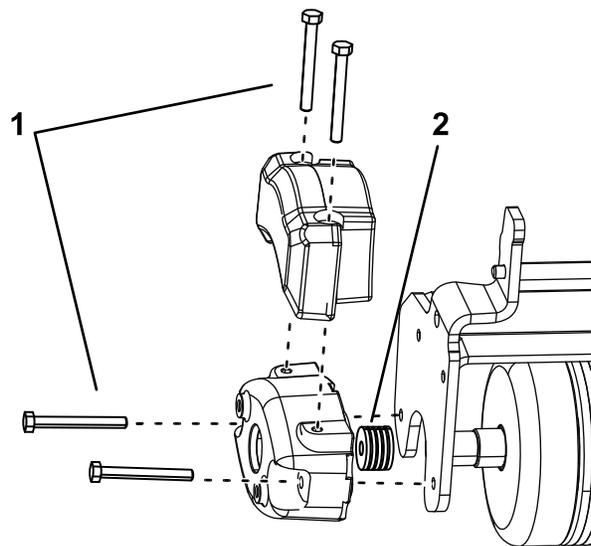

図 5
3. 各ボルトにワッシャ $\frac{1}{8}$ "4個を取り付けるカウンタウェイトとトリローラのサイドプレートとの間 図 5。
2. 図 5 のようにボルト 5/16-18 x 2 - $\frac{3}{4}$ " 2 本を取り付ける。